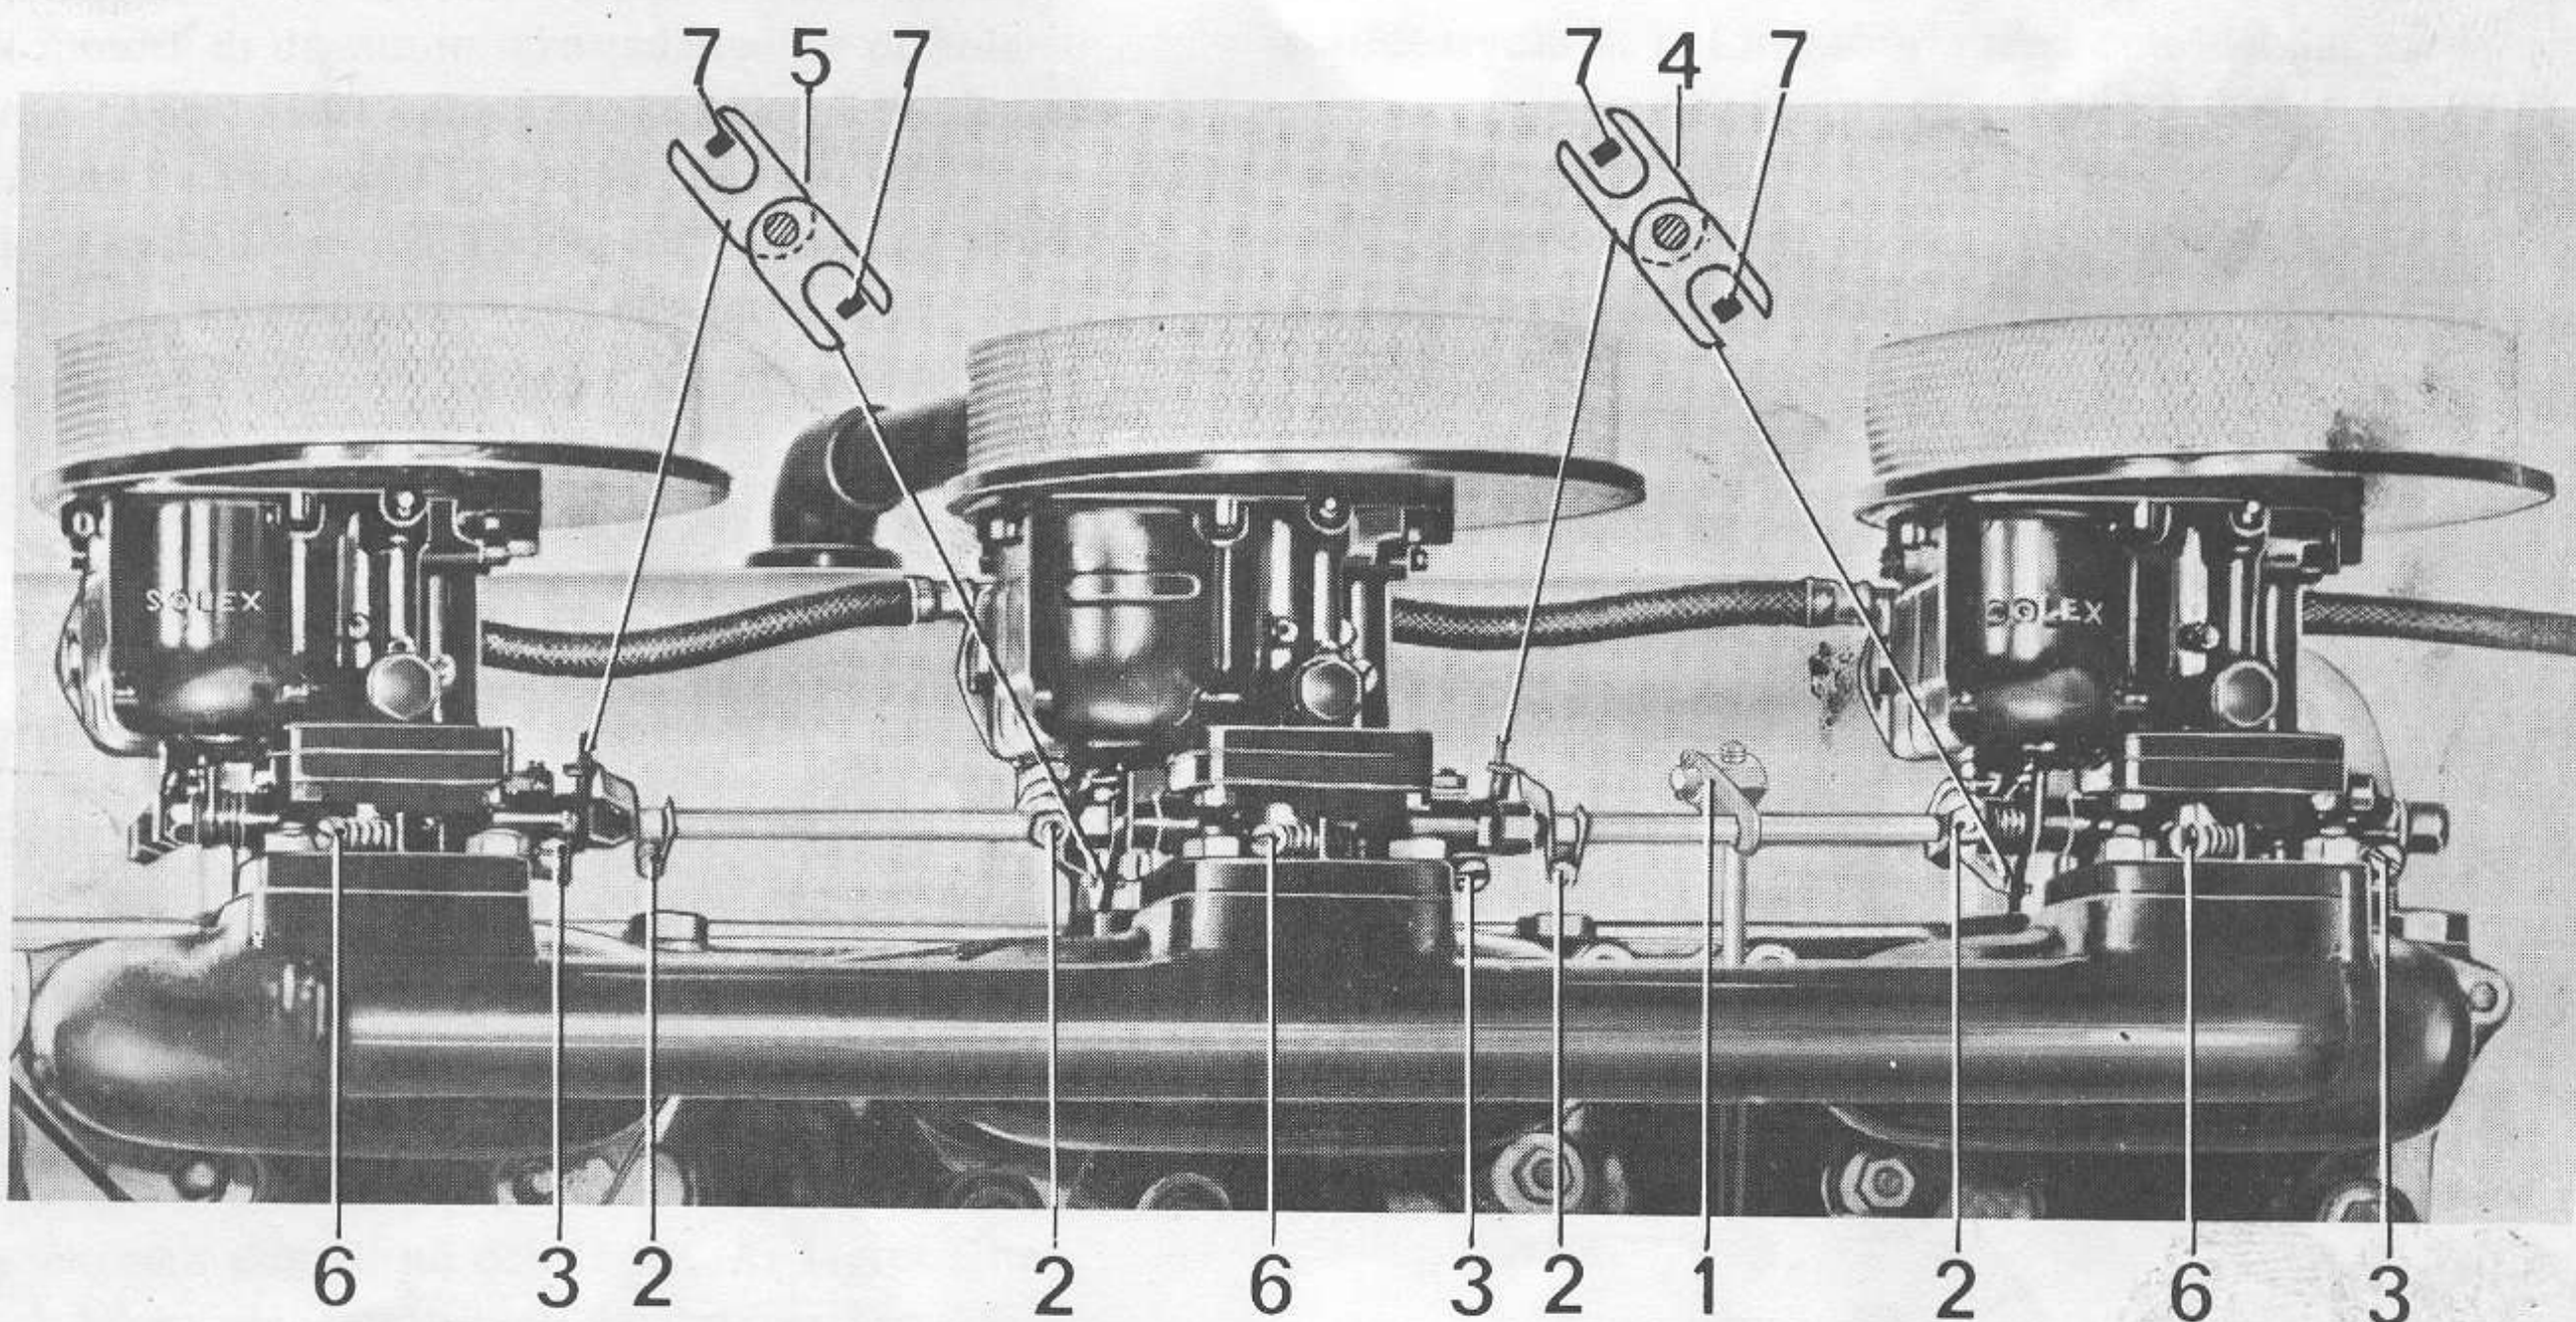

Bild F10, 3 st synkroniserade Solex förgasare (AQ170A)
1. AQ130C: Lossa klämmuttern för en av hävarmarna (2) bild F10.